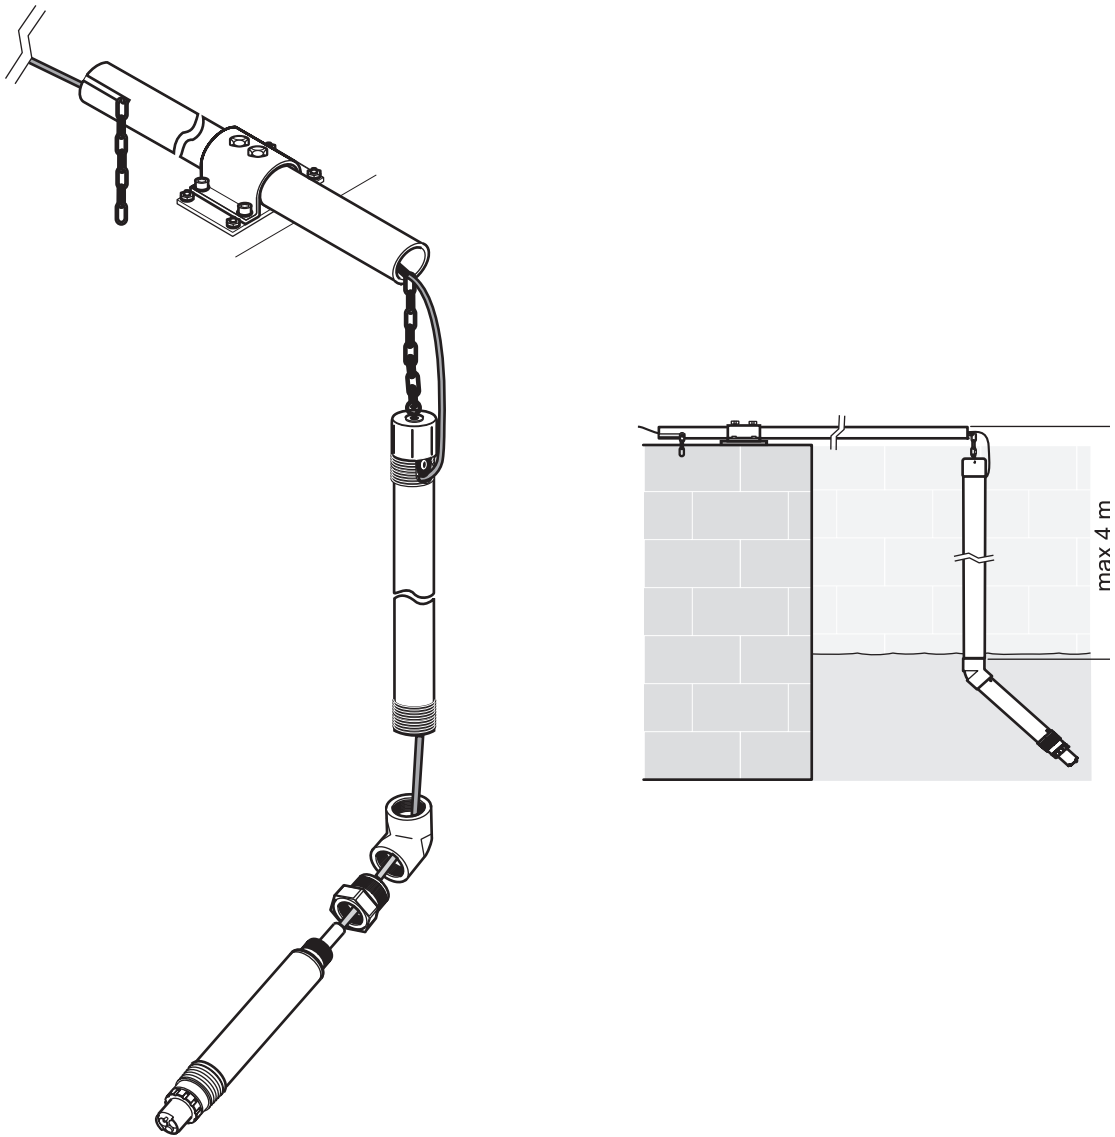
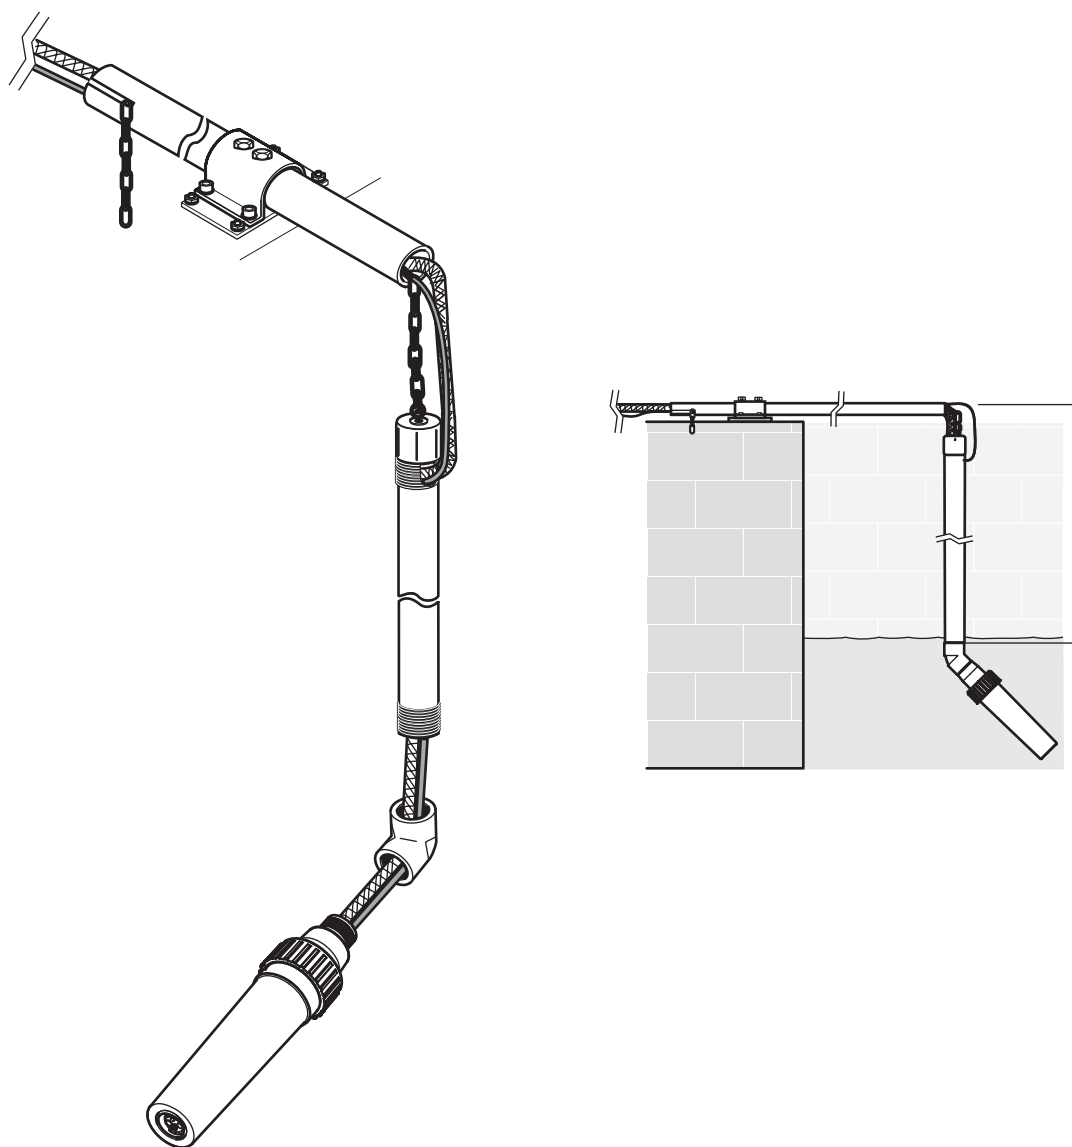

Figura 5 Instalación sobre el suelo sin una unidad de limpieza
Figura 6 Instalación sobre el suelo con una unidad de limpieza
- Instalación sin la unidad de limpieza - Guíe el cable del sensor a través del reductor, el codo y el tubo sumergido y fije todas las piezas con pernos (Figura 5 en la página 7).
- Instalación con la unidad de limpieza - Guíe el cable del sensor y el conducto de aire a través del codo y el conducto sumergido y fije con pernos todas las piezas (Figura 6 en la página 8).
9. Guíe el cable del sensor (o cable del sensor y conducto de aire) hacia afuera del conducto sumergido (Figura 5 en la página 7 y Figura 6 en la página 8).